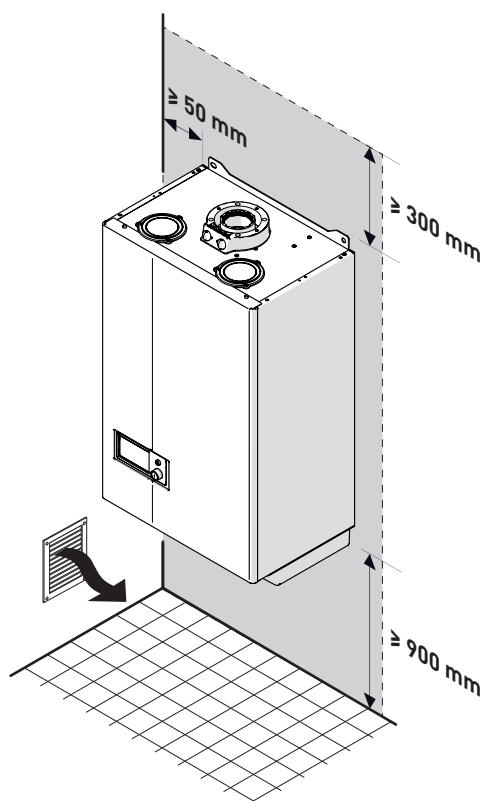

Fig. 32
- Tenga en cuenta los espacios necesarios para poder acceder a los dispositivos de seguridad/regulación y para poder llevar a cabo las tareas de mantenimiento (véase Fig. 32).